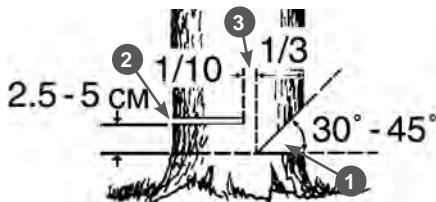

Рис. 9 Расположение запила, пропила и недопила
7. Начните пилить с той стороны дерева, куда оно должно упасть (Рис. 9). Сделайте запил 1 с той стороны, куда должно упасть дерево, глубиной примерно  $\frac{1}{3}$  диаметра ствола и под углом от 30 до 45 градусов (Рис. 9). В начале пиления первым должен коснуться дерева зубчатый упор. Затем, используя зубчатый упор в качестве точки вращения, вращением электропилы погружайте шину с движущейся цепью в древесину. При спиливании крупных деревьев перестановку упора делают несколько раз.
8. Сделайте основной валочный пропил 2 с противоположной стороны, выше основания запила на 2,5-5 см. Между основным пропилом и запилом должен оставаться недопил 3 равный примерно  $\frac{1}{10}$  диаметра ствола. Вставьте своевременно клин в пропил. Недопил 3 действует как шарнир и позволяет контролировать падение дерева (Рис. 9).
Ни в коем случае не допиливать до конца недопил 3 (Рис. 9), так как при этом невозможно контролировать направление падения дерева.